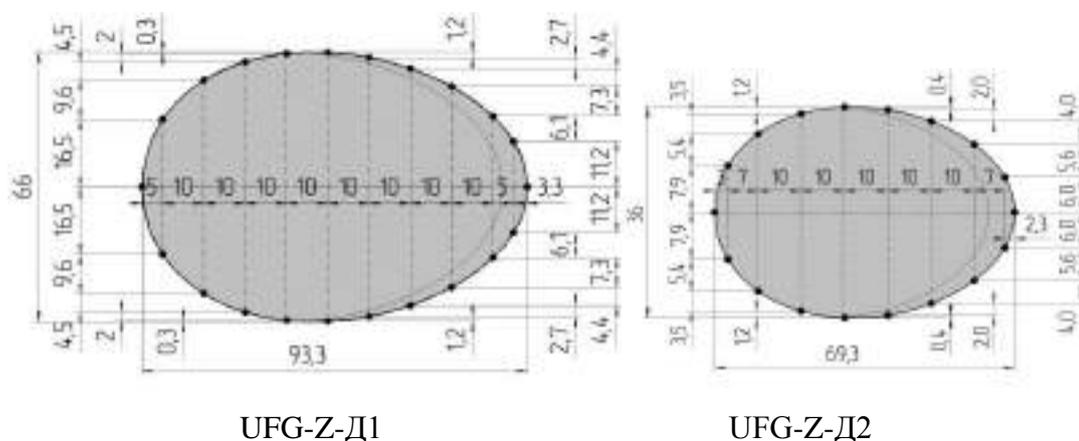

Рисунок 2.19 – Шаблоны отверстий для установки патрубков UFG-Z
- при отсутствии кондуктора и других приспособлений отверстие в трубопроводе допускается вскрыть в соответствии с шаблоном (рисунок 2.19);